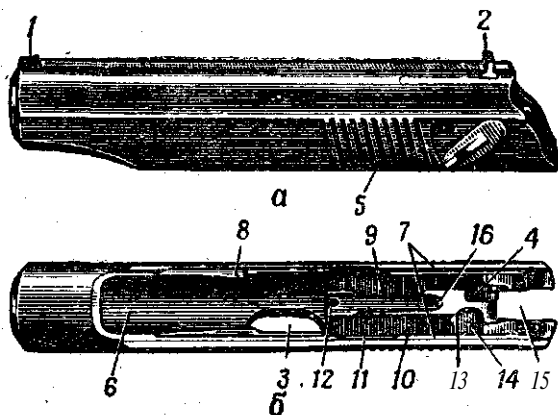

Рис. 26. Затвор:
24. Затвор (рис. 26) служит для подачи патрона из магазина в патронник, запираения канала ствола при выстреле, удержания гильзы (извлечения патрона) и постановки курка на боевой взвод.